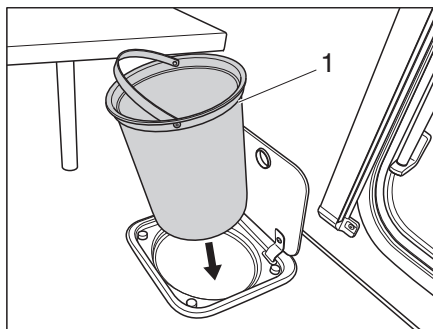

Fig. 149 Contenitore dei rifiuti cucina
- Prelevare il contenitore dei rifiuti (Fig. 149,1) per il manico e svuotarlo attenendosi alle disposizioni vigenti.